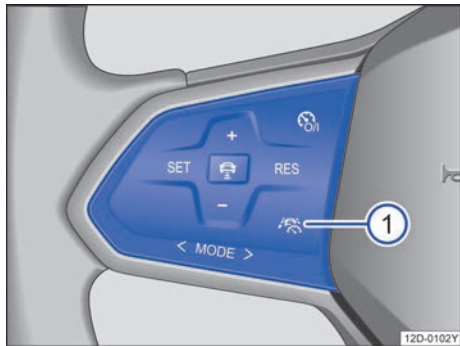

图 122 多功能方向盘左侧：操作半自动驾驶辅助系统 (Travel Assist) 的按钮
如果在多功能方向盘上有 → 图 122 ① 按钮，则说明车辆具有半自动驾驶辅助系统（Travel Assist）。
1. 按压多功能方向盘上的按钮→图 122 ①。
1. 频繁按压按钮→图 122 ①，直到在组合仪表显示屏中选择了半自动驾驶辅助系统 (Travel Assist)。
1. 频繁按压按钮→图 122 ①，直到在组合仪表显示屏中选择了所需的系统。